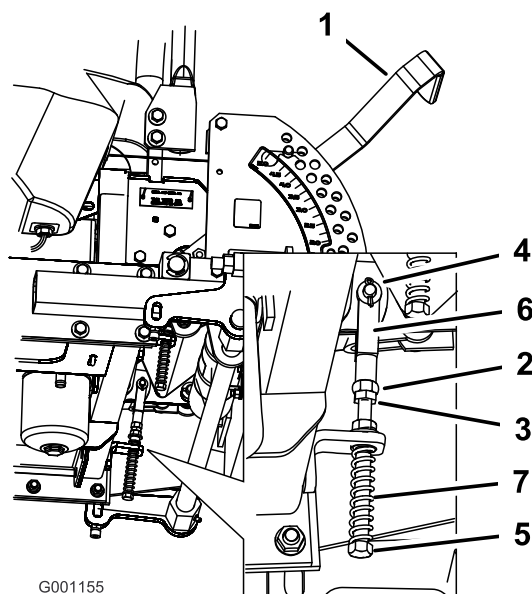

Figura 96
8. Se for necessário ajuste, solte a porca e a porca de retenção encostada à forquilha (Figura 96).
9. Aplique uma pressão ligeira para trás sobre a alavanca de controlo do movimento, rode a cabeça do parafuso de ajuste na direção adequada até a alavanca de controlo estar centrada na posição de BLOQUEIO DE PONTO MORTO (Figura 96).
10. Aperte a porca e a porca de retenção (Figura 96).